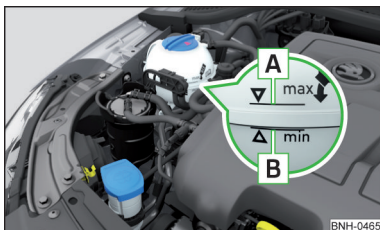

Fig. 129
Denumirea lichidului de răcire este menționată pe vasul de expansiune a lichidului de răcire » fig. 129 la pagina 151.
- Nu adăugați lichid de răcire deasupra marcajului **A** » fig. 129 la pagina 151.
**Vasul de expansiune a lichidului de răcire** » fig. 129
➤ Verificați nivelul lichidului de răcire la vasul de expansiune a lichidului » fig. 129.
Când motorul este cald, rezultatul verificării poate fi inexact. Nivelul se poate afla chiar și peste marcajul **A** » fig. 129.